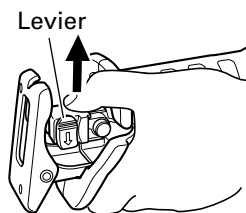

Fig. 6
- (4) Quand on relâche le levier, la force de ressort ramène automatiquement le levier sur la position correcte. (Fig. 6)